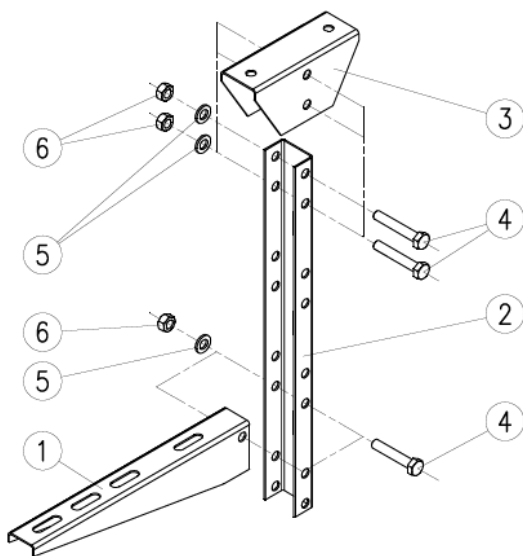

Рисунок 6.9
Совместив отверстия широкой стороны Стойки (2) и центральной части Элемента крепления к потолку (3), вставить два Болта М8х45 (4), надеть на болты две шайбы М8 (5) и зафиксировать двумя Гайками М8 (6) (Рисунок 6.9).